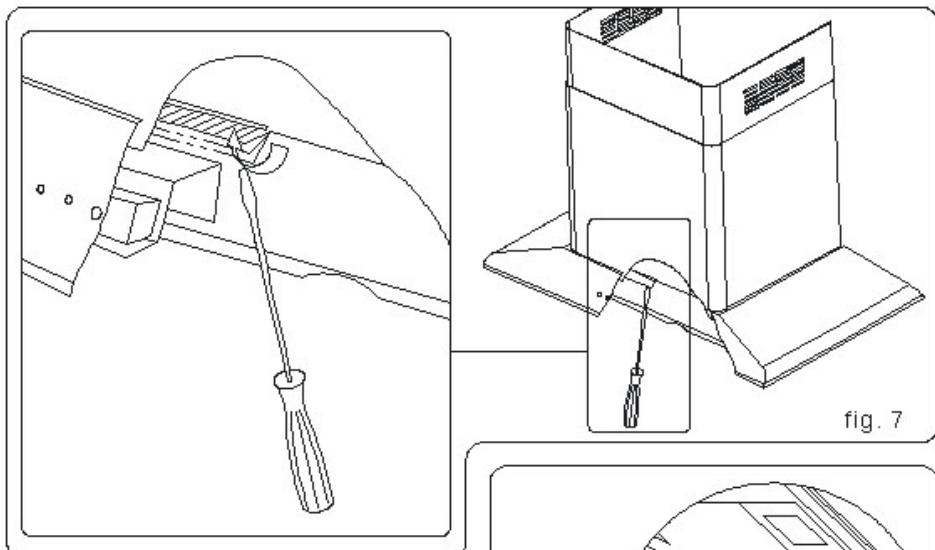

fig. 7
- 4) При помощи отвертки поднять язычок внутри корпуса, чтобы воздухоотводная труба плотно прилегла к кожуху **рис. 7**.